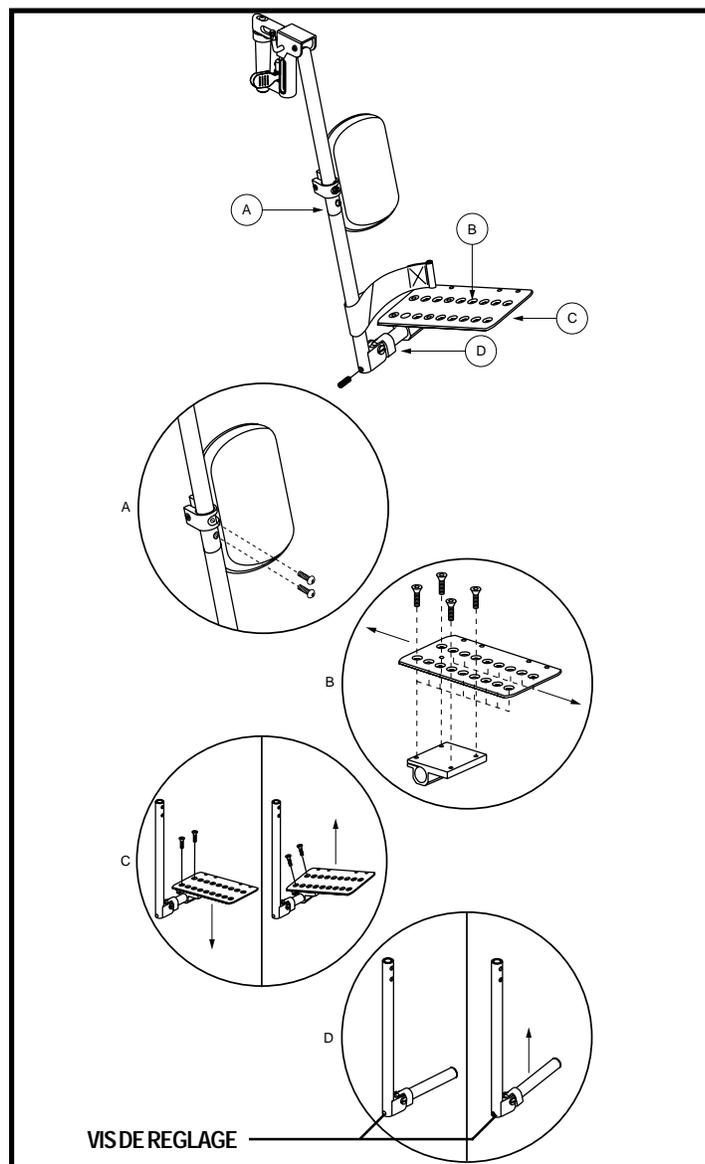

Figure 23. Palette multiaxe (appui-jambe ELR montré)
La palette multiaxe peut être installée sur un appui-jambe éleveur ou sur un appui-pied escamotable. La palette multiaxe peut s'ajuster de 4 façons: (A) hauteur de l'appui-mollet, (B) position, (C) inclinaison et (D) angle. Voir la figure 23.